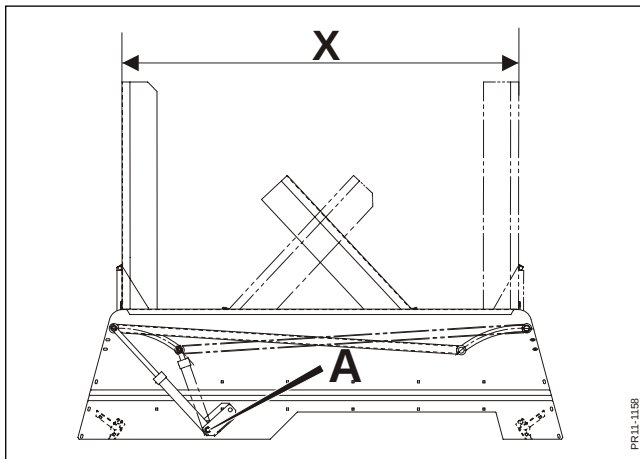

Fig. 3-22
- Fig. 3-22 Cylinderen for skårskærmene kan monteres i 2 positioner på maskinen. Pos. **A** er standardindstilling, hvor skårskærmene bevæges i fuldt udslag og afstanden **x** mellem skærmene er maksimal.